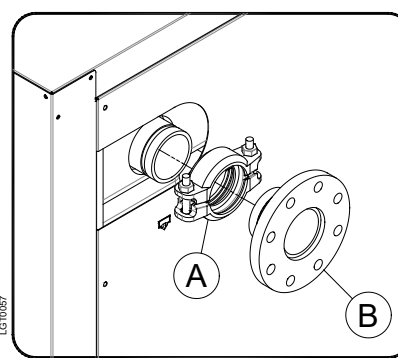

Fig.2
Zamontować kołnierz (B) i zacisk (A) w sposób przedstawiony na rys.2.